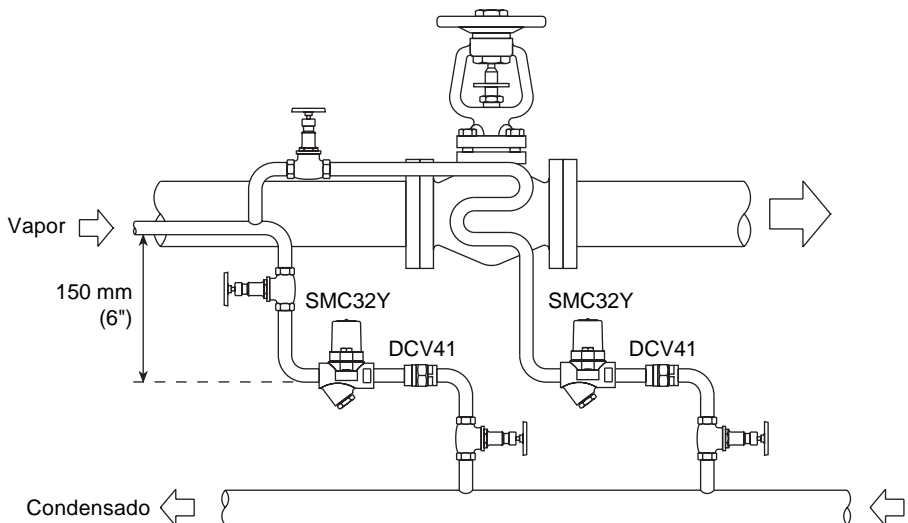

Fig. 3 Trazo no crítico
- 3.4** El purgador está diseñado para instalar en cualquier posición, horizontal o vertical, precedidos de un tramo de enfriamiento de 150 mm (6"), ver Fig. 3. Se recomienda instalar una válvula de retención cuando se descarga condensado a líneas de retorno con contrapresión. También se recomienda instalar un difusor cuando se descarga a la atmósfera.